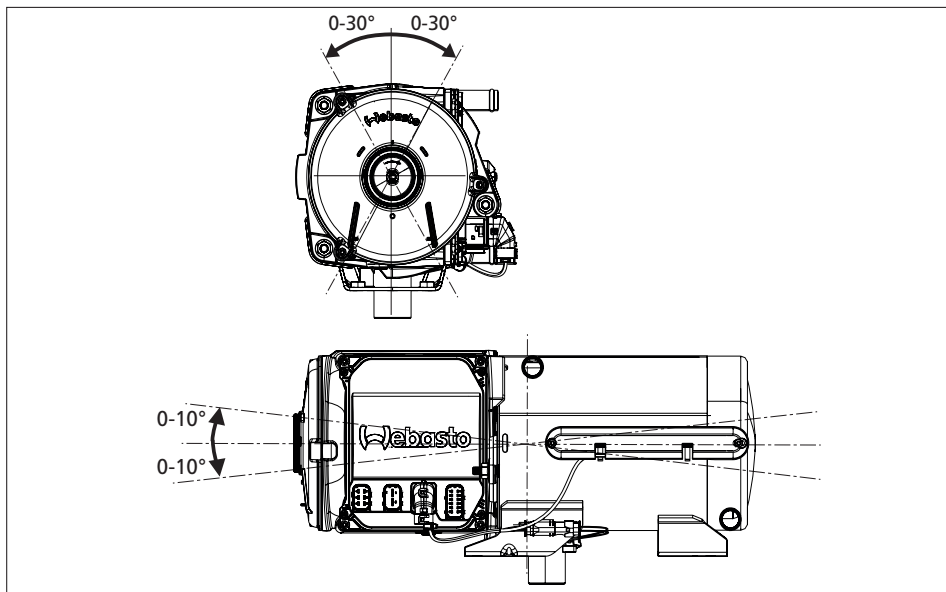

Bild 06: Tillåten lutningsvinkel
- ▶ Beakta tillåten lutningsvinkel, se Bild 06.